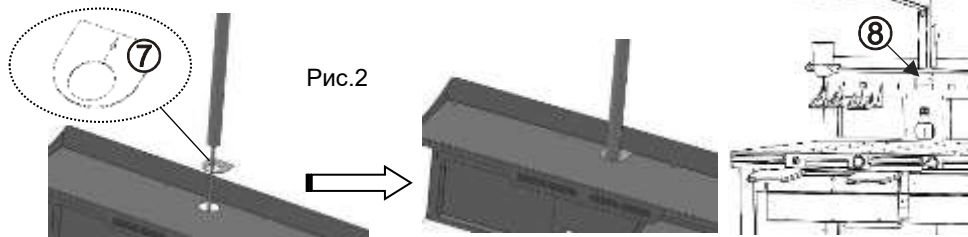

Рис.2
1. Закрепить стойку (3) к вертикальной поверхности с помощью двух скоб (5), винтов М4х20, гаек-барашек М4 и шайб 4, или с помощью саморезов (не входят в комплект).
При креплении к столам СУЛ/СЗТ АВЕРОН установить пластину-прокладку (8) с внешней стороны стенки, рис.2.